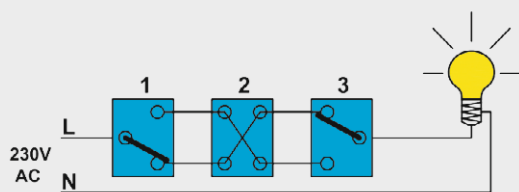
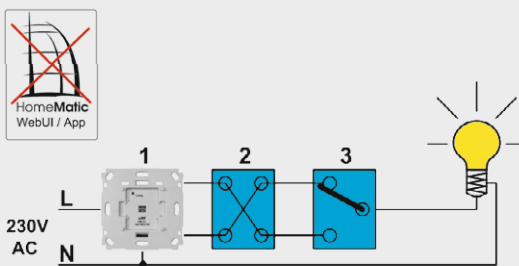
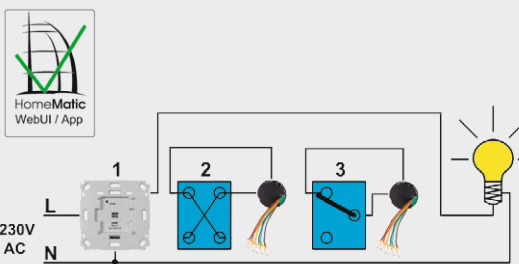

Bild 11: Die Grundschaltung für eine Kreuzschaltung
Bild 12: Die Kreuzschaltung mit Funk-Schaltaktor [1] umgerüstet
Bild 13: Die Erweiterung der Kreuzschaltung durch 2x Funk-Schalterschnittstelle [4]. Damit kann man die komplette Kreuzschaltung mit Funksendern ausrüsten.
Die Kreuzschaltung (Bild 11) ist eine Schaltung mit der ein Licht oder ein anderer Verbraucher an drei oder mehr Schalterstellen unabhängig von der jeweiligen Stellung der anderen Schalter ein- und ausgeschaltet werden kann. Eingesetzt wird sie in Fluren und Räumen mit drei oder mehr erforderlichen Schaltstellen. Auch hier bieten sich wieder mehrere Lösungen zur Einbindung von HomeMatic-Komponenten an.
Die erste Lösung ist in Bild 12 zu sehen: Der netzversorgte Wechselschalter (1) aus Bild 11 wird durch den Funk-Schaltaktor [1] ersetzt. Phase „L“ und Neutralleiter „N“ müssen permanent vorhanden sein. Eine Betätigung ist sowohl über den Funk-Schaltaktor als auch über die vorhandenen Kreuz- und Wechselschalter (2 und 3) möglich. Über HomeMatic-Sender oder eine Fernbedienung ist auch diese Schaltung erweiterbar.
Die zweite, in Bild 13 gezeigte Lösung hingegen erlaubt die echte Zustandsvisualisierung in der HomeMatic-WebUI/App. Der netzversorgte Wechselschalter (1 in Bild 11) wird durch den Funk-Schaltaktor [1] ersetzt. Phase „L“ und Neutralleiter „N“ müssen permanent vorhanden sein. Zudem wird eine der korrespondierenden Leitungen als Schaltleitung festgelegt und mit dem Schaltausgang des Funk-Schaltaktors verbunden. Die andere korrespondierende Leitung wird isoliert „tot gelegt“. Es ist erforderlich, die am Schaltaktor angeschlossene korrespondierende Leitung nun bis zum Leuchtdraht durchzuverdrahten (Farbgleichheit beachten!). Wechselschalter (3) sowie Kreuzschalter (2) werden von der bestehenden Elektroinstallation gelöst und jeweils mit einer Funk-Schalterschnittstelle [4] versehen.